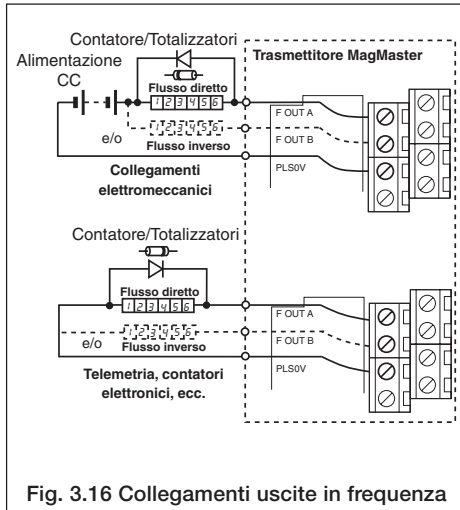

Fig. 3.16 Collegamenti uscite in frequenza
Alcuni trasmettitori più recenti hanno una configurazione cablata del sensore (spina e presa). Vedere Fig. 3.16
3.4.1 Uscite in frequenza – Fig. 3.16